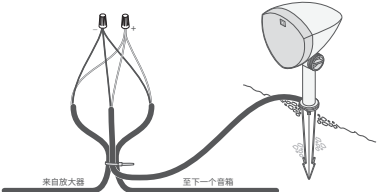

图 8
- 8. 剪切左扬声器或右扬声器的两根电线 (参见下表), 剥去埋地线裸露端 3/4 英寸 (约 1.9 厘米) 的绝缘层, 然后从相应扬声器尾纤的端部剥去 3/4 英寸 (约 1.9 厘米) 的绝缘层 (见图 8)。
- 9. 制作一个大约 10 英寸 (约 25 厘米) 的环路, 使用扎带将线环和扬声器尾纤固定到位, 以消除应力 (见图 8)。